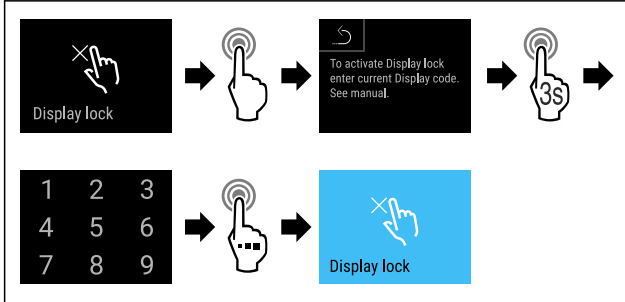

Fig. 79
- ▶ Провести етапи операцій (див. Fig. 79).